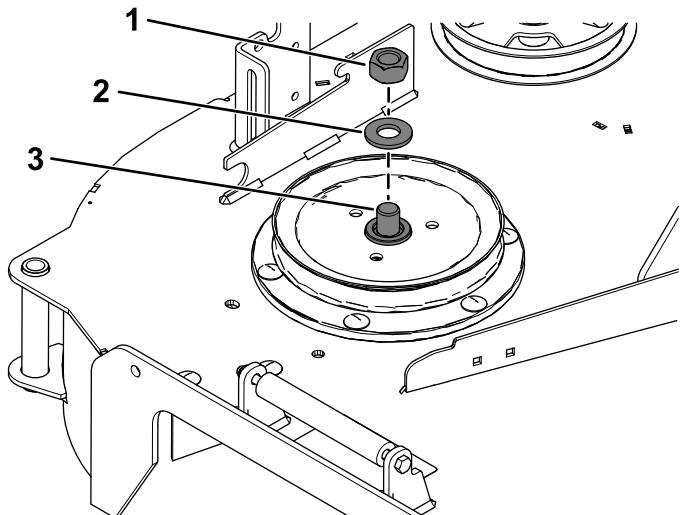

Figura 21
- Utilice una llave de $1\frac{1}{2}$ " para sujetar el eje de la cuchilla mientras retira la tuerca hexagonal ($\frac{3}{4}$ ") y la arandela del eje de la cuchilla (Figura 21).